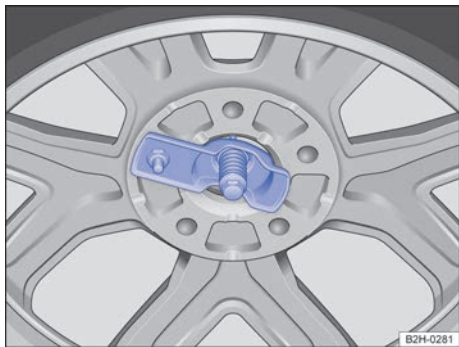

Fig. 189 Colocación correcta del soporte para llantas en el orificio de la llanta.
- Asegúrese de que el soporte para llantas esté centrado en el orificio de la llanta y no esté torcido → fig. 189 → ⚠️.